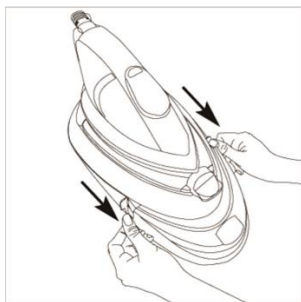

Рис. 2
2. Извлеките резервуар для воды (рис. 2).